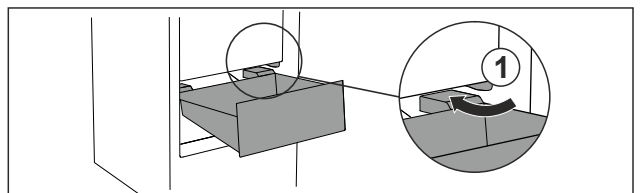

Fig. 98
- ▶ Обвести висувний ящик навкис навколо стопора Fig. 98 (1).